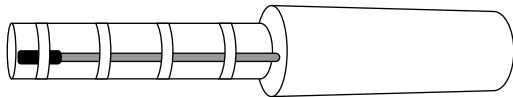
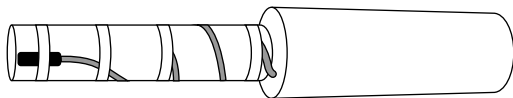

Рисунок 4. Монтаж нагревательной секции вдоль трубы
Рисунок 5. Монтаж нагревательной секции по спирали
7.2.2. Установите нагревательную секцию на трубу: либо вдоль трубы (рисунок 4), либо используя намотку по спирали (рисунок 5).